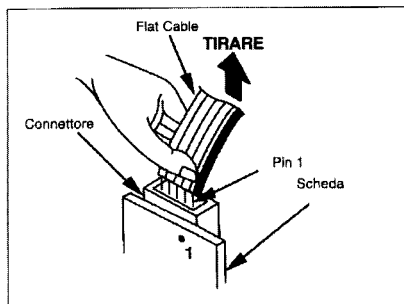

Fig. 1-3
Tirare il cavo per estrarlo minimizzando la forza per evitare il danneggiamento dei singoli collegamenti (fig. 1-3).
1. Posizionare il Flat Cable in modo che sia allineato con i Pin X del connettore (fig. 1-3).